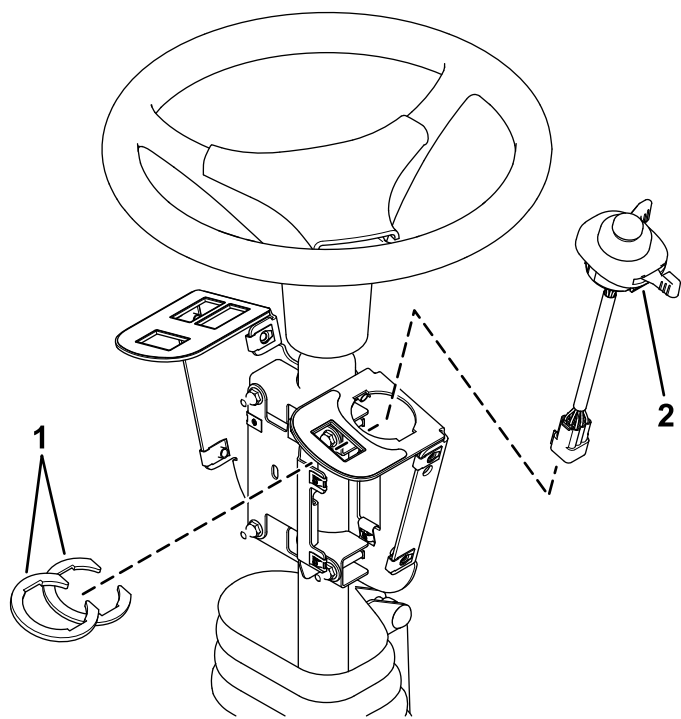

Figur 4
1. Monter kontaktbeslaget løst rundt om ratstammen med 4 bræddebolte (1/4" x 2"), 2 monteringsbeslag, sikringsmonteringspladen og 4 låsemøtrikker (1/4") som vist i Figur 4.